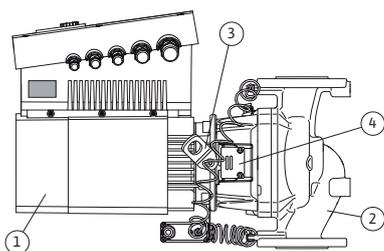

Fig. 10: Pumpe komplet
Det typiske kendetegn for serien Stratos GIGA er motorens kappekøling. Luftstrømmen ledes optimalt gennem den lange ventilationshætte (Fig. 10, pos. 1) for at køle motoren og elektronikmodulet.
(Fig. 10, pos. 2) viser pumpehuset med en speciel føring af lanternen for at aflaste pumpehjulet.
Transportringene (Fig. 10, pos. 3) skal anvendes iht. kapitel 3 "Transport og midlertidig opbevaring" på side 207 og kapitel 10 "Vedligeholdelse" på side 248.
Det vindue i lanternen, som er afdækket med beskyttelsespladen (Fig. 10, pos. 4), anvendes i forbindelse med vedligeholdelsesarbejder iht. kapitel 10 "Vedligeholdelse" på side 248. Vinduet kan også anvendes til at foretage en kontrol af utætheder, så længe sikkerhedshenvisningerne iht. kapitel 9 "Ibrugtagning" på side 245 og kapitel 10 "Vedligeholdelse" på side 248 overholdes.